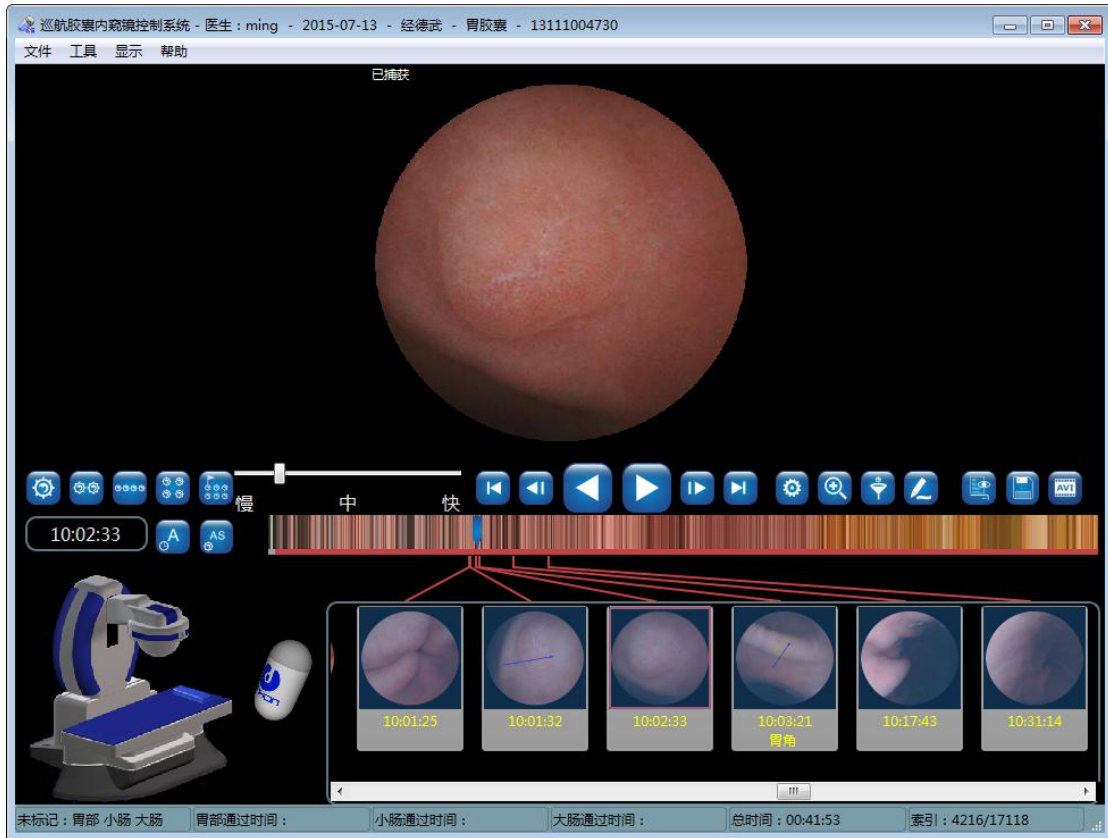

图 4-83 缩略图显示界面
1. 标记和备注的图片都将在缩略图中显示，如图 4-83 缩略图显示界面。